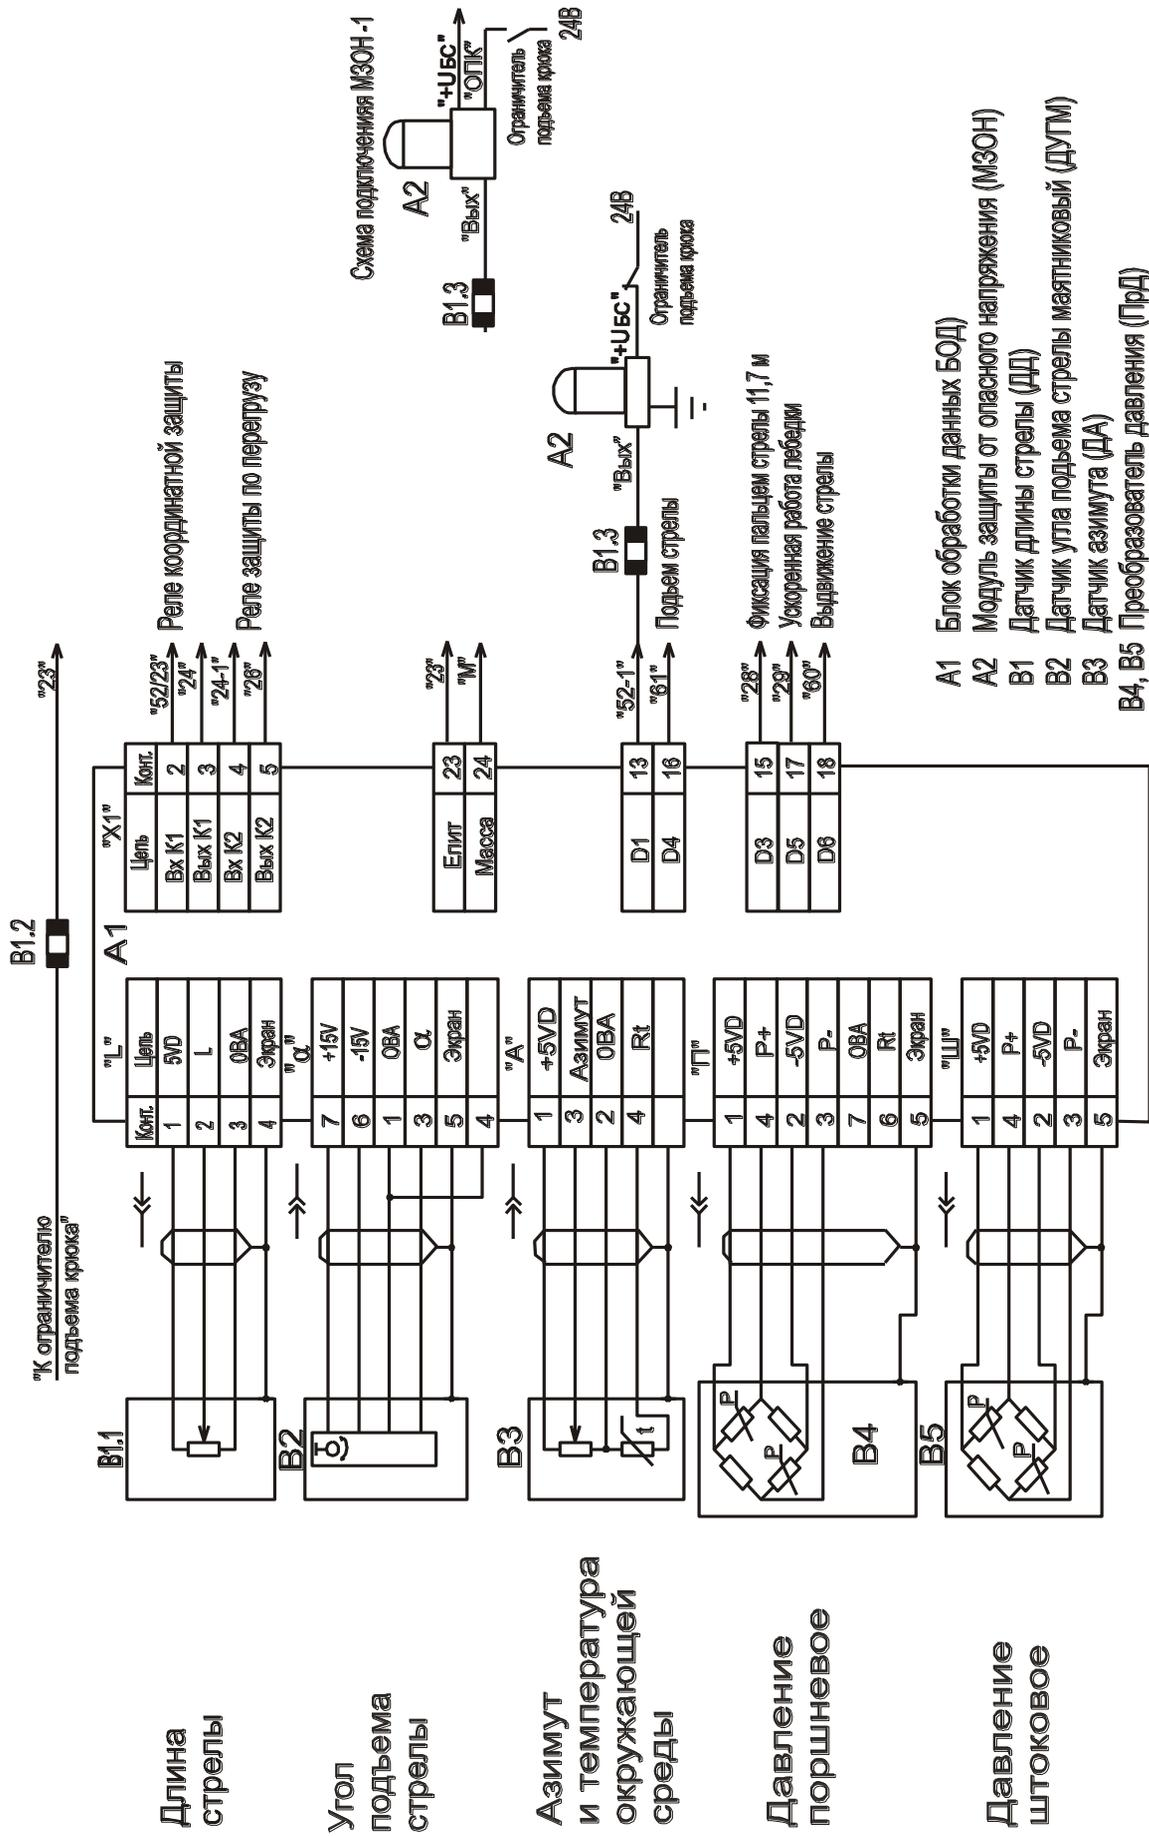

Рисунок 2 - Схема включения ограничителя ОНК-140 на кране
1.4.2 ОНК подключается к системе управления крана (см. рисунок 2) посредством разъемов: через разъем X1 БОДа проходят цепи управления исполнительными механизмами, цепи питания изделия, сигналы с концевых выключателей, связанных с ручками управления крана; датчики подключаются к прибору через индивидуальные